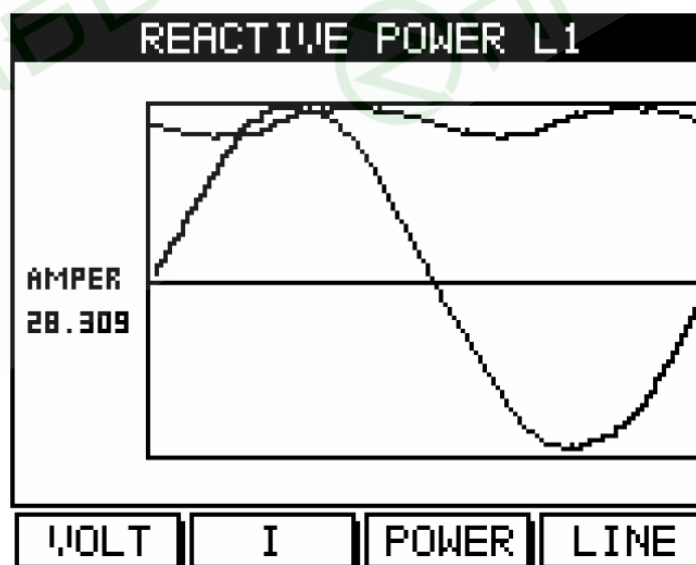

Рис. 33
1. Нажмите «Power» (F3). На дисплей будет выведен график реактивной мощности (рис. 33):